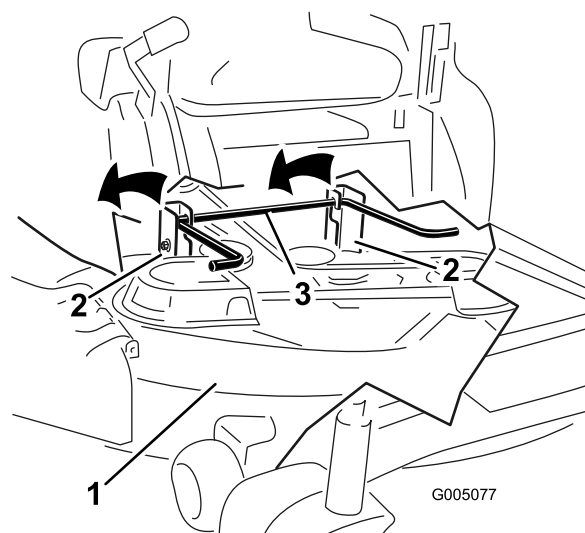

Figura 68
5. Eleve la carcasa del cortacésped y desenganche la varilla de elevación trasera de las pletinas de suspensión, y baje el cortacésped con cuidado al suelo (Figura 68).
- Eleve la parte trasera de la carcasa del cortacésped y coloque las pletinas de suspensión sobre la varilla de elevación trasera (Figura 68).